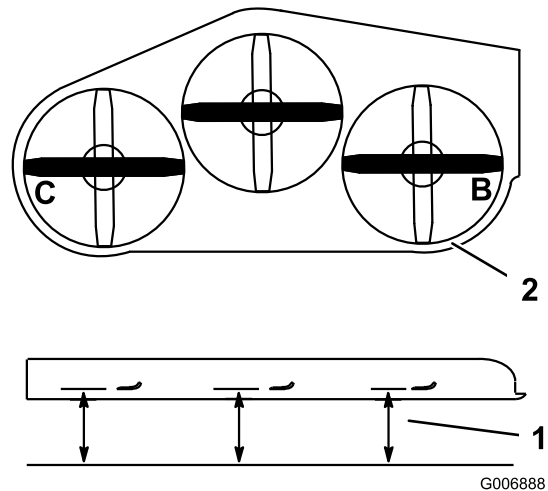

Bild 80
1. Stellen Sie das rechte Schnittmesser seitlich (Bild 80).
2. Messen Sie das rechte Messer an der Stelle B von einer ebenen Oberfläche bis zur Schnittkante der Messer (Bild 80).
4. Stellen Sie das linke Schnittmesser seitlich (Bild 80).
5. Messen Sie das linke Messer an der Stelle **C** (Bild 80) von einer ebenen Oberfläche bis zur Schnittkante der Messer.